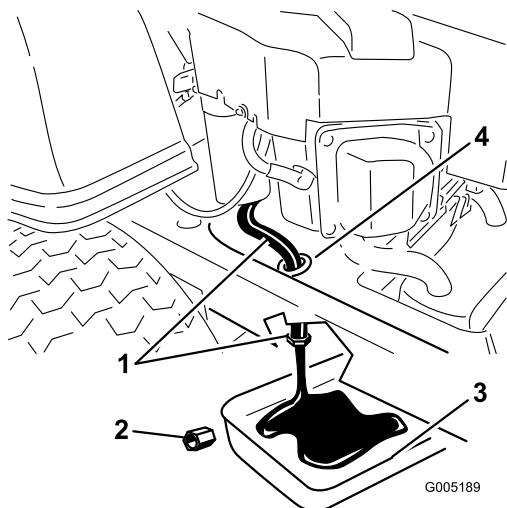

Figure 27
vidange est fixé à un flexible de vidange acheminé par un orifice de vidange sur le châssis de la machine (Figure 27). Nettoyez autour du bouchon et du flexible de vidange d'huile.
- Placez un bac de vidange sous la machine, juste sous l'orifice de vidange du châssis, comme illustré à la Figure 27.
- À l'aide de deux clés (l'une pour tenir le flexible de vidange d'huile et l'autre pour desserrer le bouchon), retirez le bouchon de vidange d'huile (Figure 27).
- Quand toute l'huile s'est écoulée, remplacez le bouchon de vidange. Serrez le bouchon à 14 Nm. Essayez l'excédent d'huile (Figure 27).